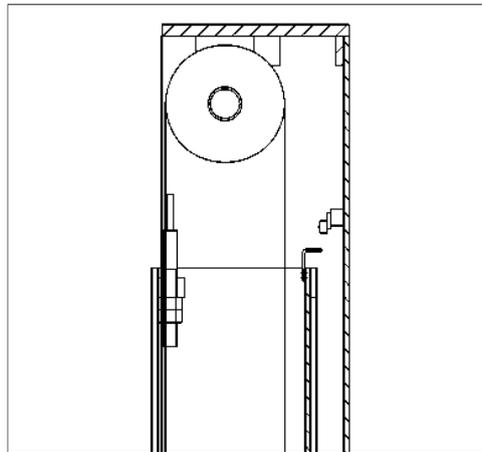

Fig. 14
- Если движение кареток выходит за рамки возможной высоты подъема, в верхней части командной стойки находится концевой выключатель, который приводится в действие рычагом (**Рис. 14**) на каретке главной стойки. В случае несрабатывания первого концевого выключателя, через 3 секунды сработает второй выключатель.